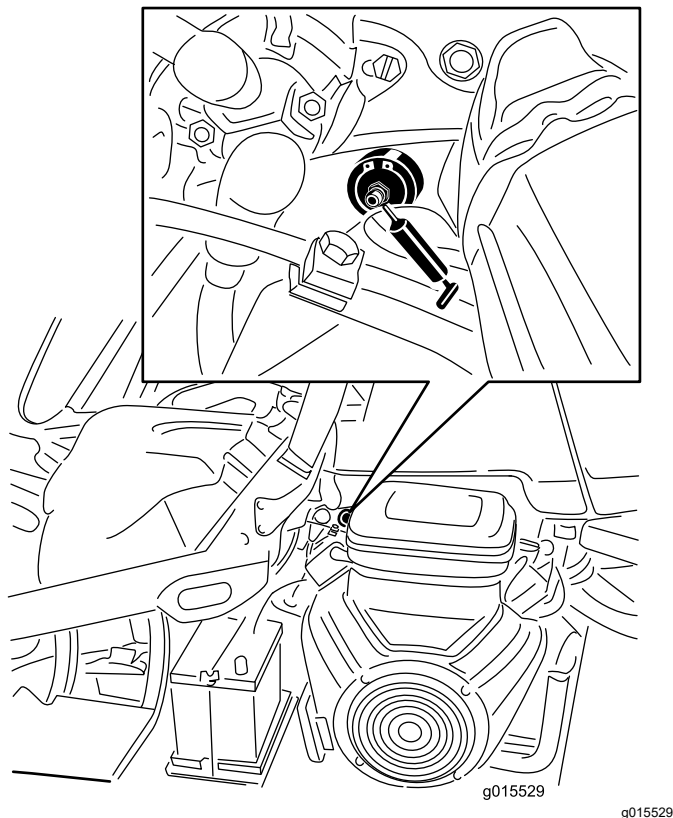

Figura 32
1. Pulite il raccordo di ingrassaggio in modo da non forzare corpi estranei all'interno del cuscinetto o della boccola (**Figura 32**).